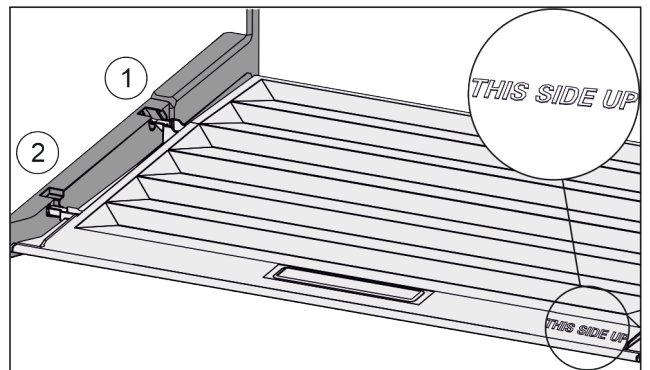

Fig. 125
- ▶ Deckelstege über Öffnung der hinteren Halterung Fig. 125 (1) einführen und vorne in Halterung Fig. 125 (2) einrasten.